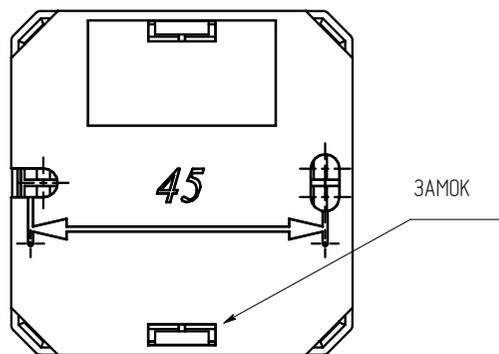

Рисунок 4
- при установке на стену, перегородку или конструкцию (рисунок 4):